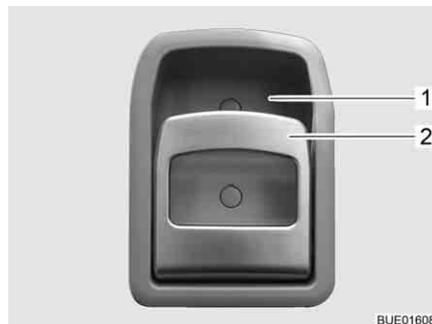

Fig. 58 Cerradura de la puerta de entrada, en el interior
- Tirar del tirador (Fig. 58,2). Se desbloqueará o bien abrirá la cerradura de la puerta.
- Presionar la parte superior del tirador (Fig. 58,2) hacia el alojamiento del tirador (Fig. 58,1). Se bloqueará la cerradura de la puerta.